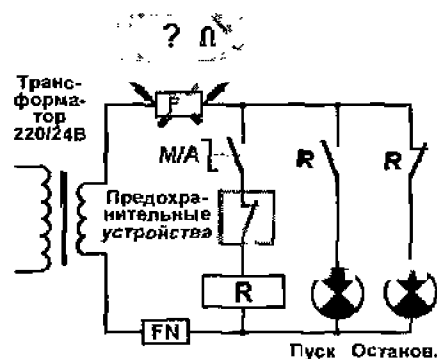

Рис. 54.30
**Упражнение 2.** На схеме рис. 54.30 сопротивление *холодной* лампочки 18 Ом. Если предохранитель FL тоже перегорел, что покажет подключенный к его концам омметр, когда рубильник выключен и когда включен.